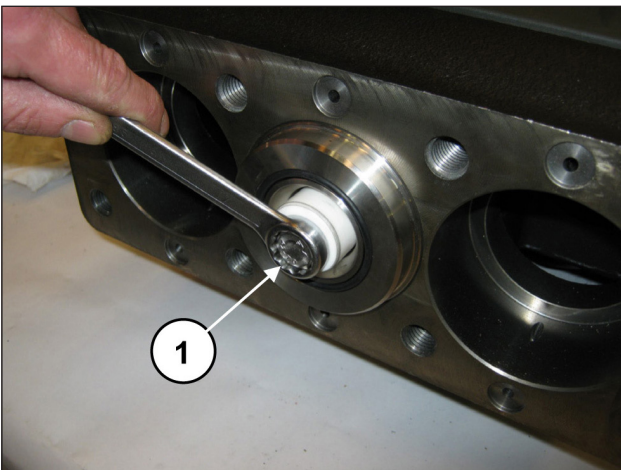

Abb. 166
Demontieren Sie die Kolben durch Abdrehen der Befestigungsschrauben (Pos. ①, Abb. 166).